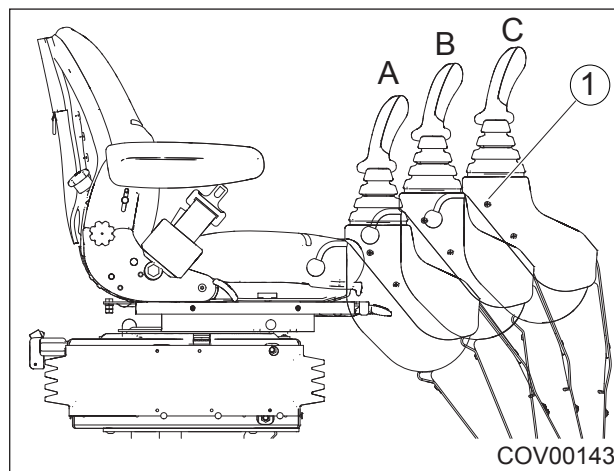

Рис. 4.30 - Положения ручки джойстика
Управление машиной может осуществляться только при помощи описанных выше органов управления. См. Рисунок 4.30.
Джойстики сервоуправления будут работать при нажатой кнопке, когда они находятся в среднем (B) или транспортном (C) положении (см. Рисунок 4.30).